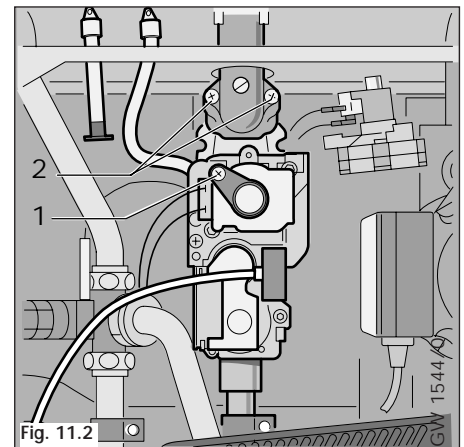

Fig. 11.2
- Soltar el tornillo (1, fig. 11.2) y retirar la protección de plástico